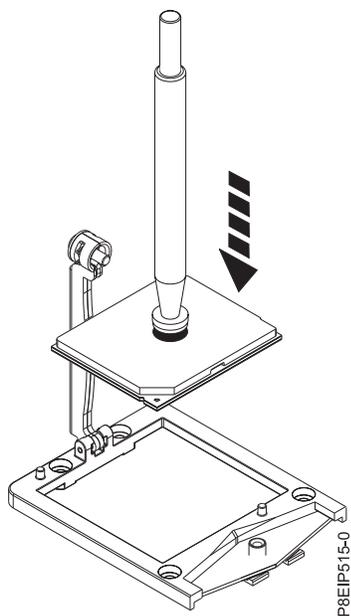

Figura 37. Bajar el procesador en el zócalo
- a. Baje el lápiz y el módulo de procesador del sistema hasta el zócalo como se muestra en la Figura 37 en la página 39. Alinee la esquina biselada del procesador con la esquina biselada del zócalo. Tenga cuidado al bajar la herramienta porque debe hacerlo de forma uniforme sin desequilibrar el procesador.